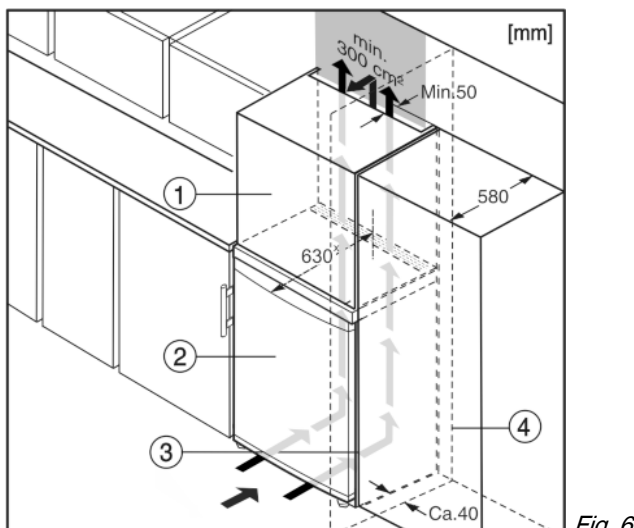

Fig. 6
(2) Устройство*
(4) Стенка*
Устройство может быть окружено кухонными шкафами. Чтобы уравнять устройство Fig. 6 (2) по высоте с кухонной стенкой, можно установить над устройством дополнительный шкафчик Fig. 6 (1).
При комбинировании с кухонными шкафами (глубина макс. 580 мм) устройство можно установить непосредственно рядом с кухонным шкафом Fig. 6 (3). Устройство выступает сбоку на 34 мм * и по центру на 50 мм * относительно передней стенки кухонного шкафа.
Если устройство установлено на шарнирах у стены Fig. 6 (4), то расстояние между устройством и стеной должно быть не менее 40 мм. Настолько выступает ручка при открытой дверце.*